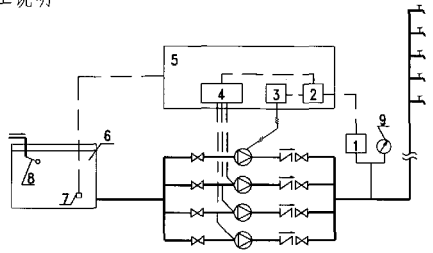
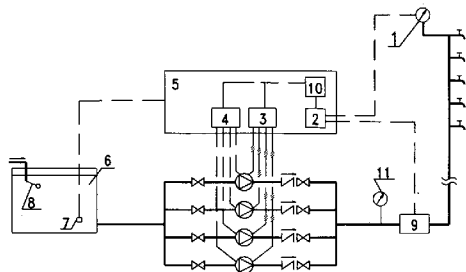

图 1 恒压变量供水设备
图5 变压变量循环顺序控制全部软启动供水设备
2.4 选择设备形式：本图给出五种设备组合的原理示意图供选用 (见图 1~图 5)，每组设备组合形式中最多可选四台主泵。